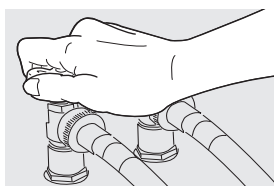

Fig. 7
7. Ouvrez l'eau et vérifiez l'absence de fuite. (Fig. 7).